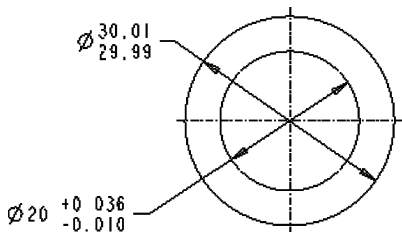

图 11-73 完成设置一处尺寸公差
7) 在“尺寸属性”对话框中单击“确定”按钮。完成设置后，该处的尺寸公差如图 11-73 所示。